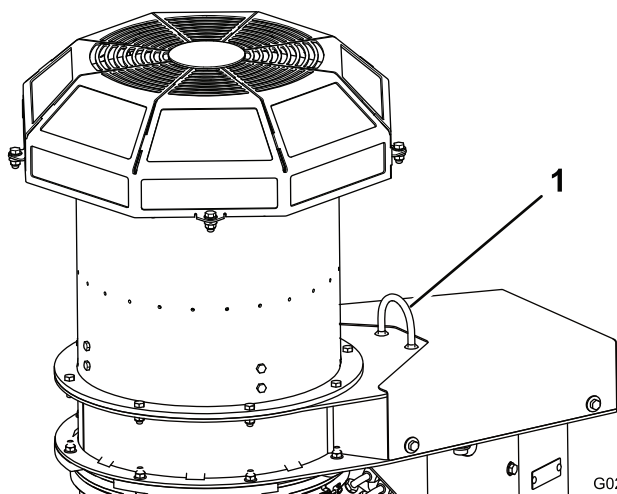

**Figura 6**
7. Retire el pasador de alambre que sujeta el tubo del caballete al tubo de almacenamiento (Figura 6). Retire el gato de la posición de almacenamiento.